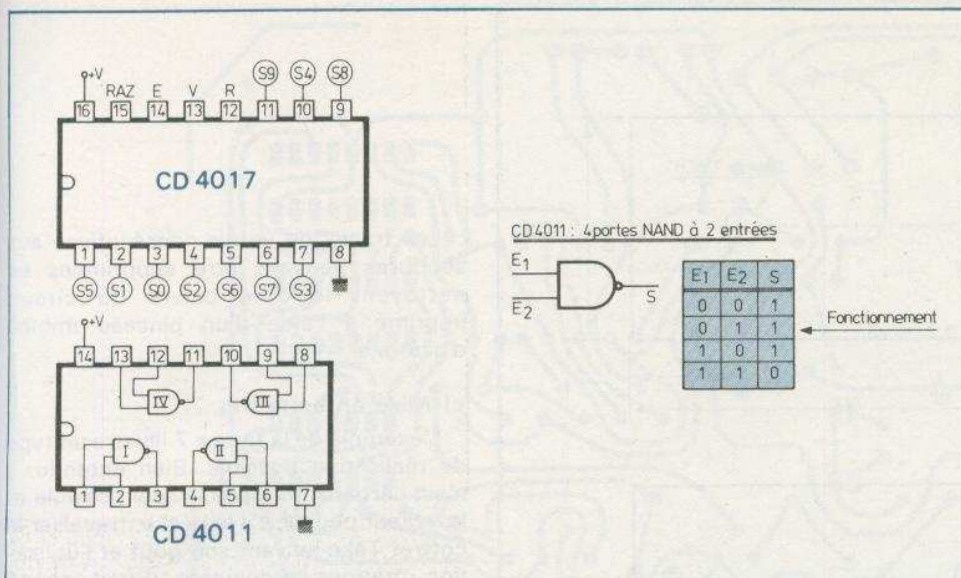

Fig. 4. - Brochage des deux CI utilisés et table de vérité d'une porte NAND.
La figure 4 montre le fonctionnement et le brochage d'un boîtier MOS CD4011
La figure 4 illustre le brochage et le fonctionnement d'un tel compteur, désormais bien connu de nos lecteurs. Le compteur IC_2 est le compteur des unités, alors que IC_3 est celui des dizaines. Seules les sorties S_9 des deux compteurs sont utilisées; de cette manière, pour obtenir simultanément le niveau 1 sur ces deux sorties, il faut que l'entrée E (14) de IC_2 , ait « reçu » 99 impulsions élémentaires en provenance du dispositif de temporisation.